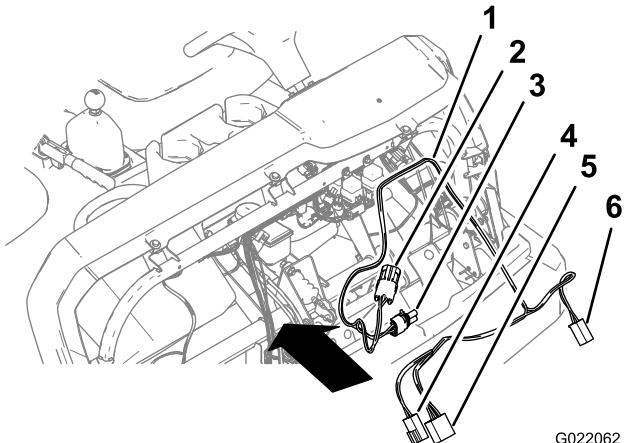

Figura 7
1. Alinhe a cablagem eléctrica do interruptor para o chassis da máquina, conforme indicado em Figura 7.